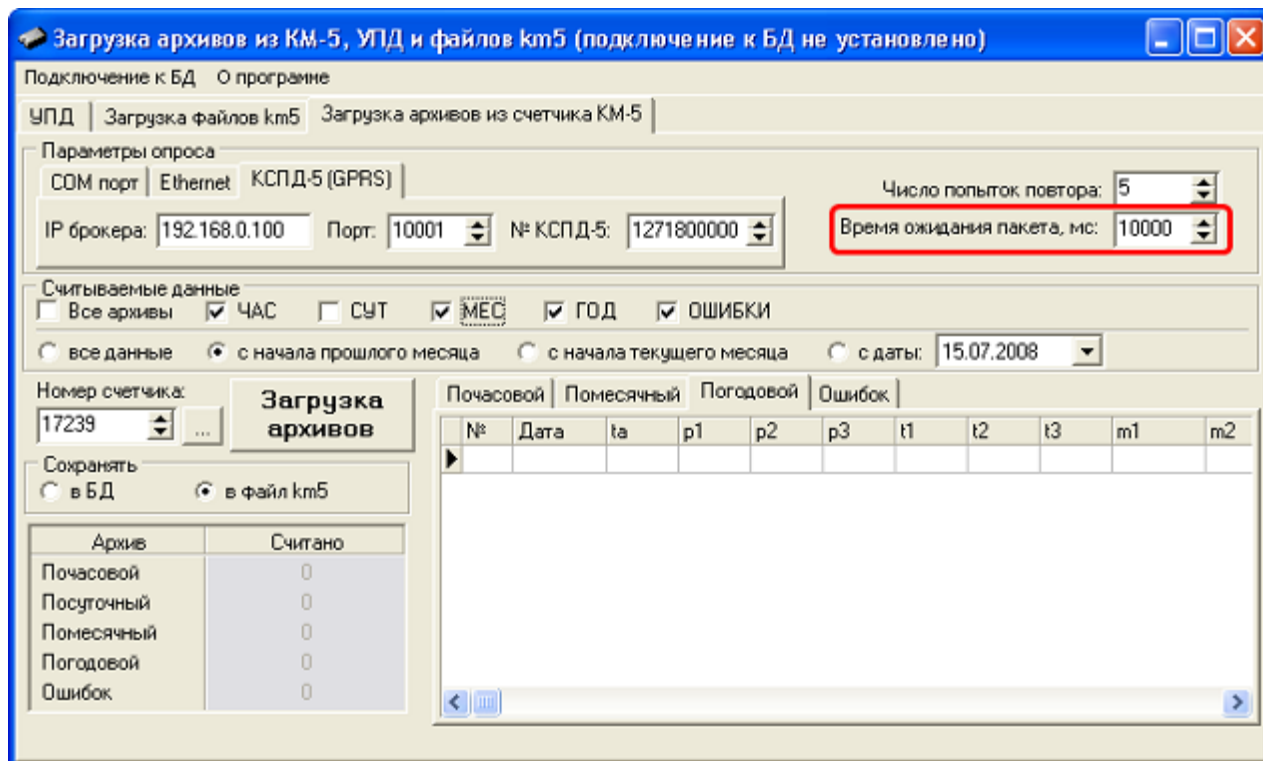

Рис. 30. Окно загрузки архивов из счетчика КМ-5.
- нажать кнопку “Загрузка архивов” (рис. 30).